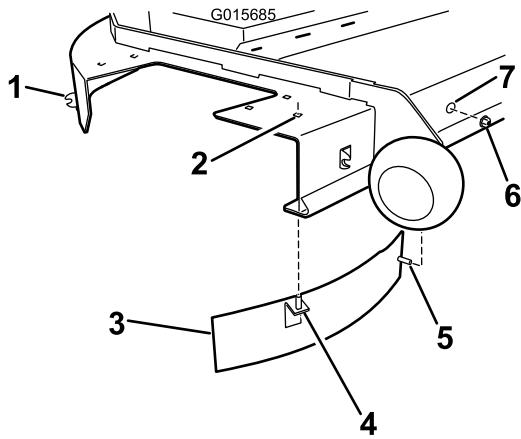

Figura 6
4. Instale un deflector en la carcasa de corte (Figura 6). **Para carcasas de 48 pulgadas (121,92 cm), utilice un deflector recto. Para carcasas de 54 pulgadas (137,16 cm), utilice un deflector curvo.** Alinee la clavija vertical del deflector dentro de la carcasa de corte. Gire el deflector curvo hasta que la clavija horizontal quede alineada con el taladro del tabique delantero de la carcasa de corte. Sujételo al tabique delantero de la carcasa de corte usando una contratuerca.